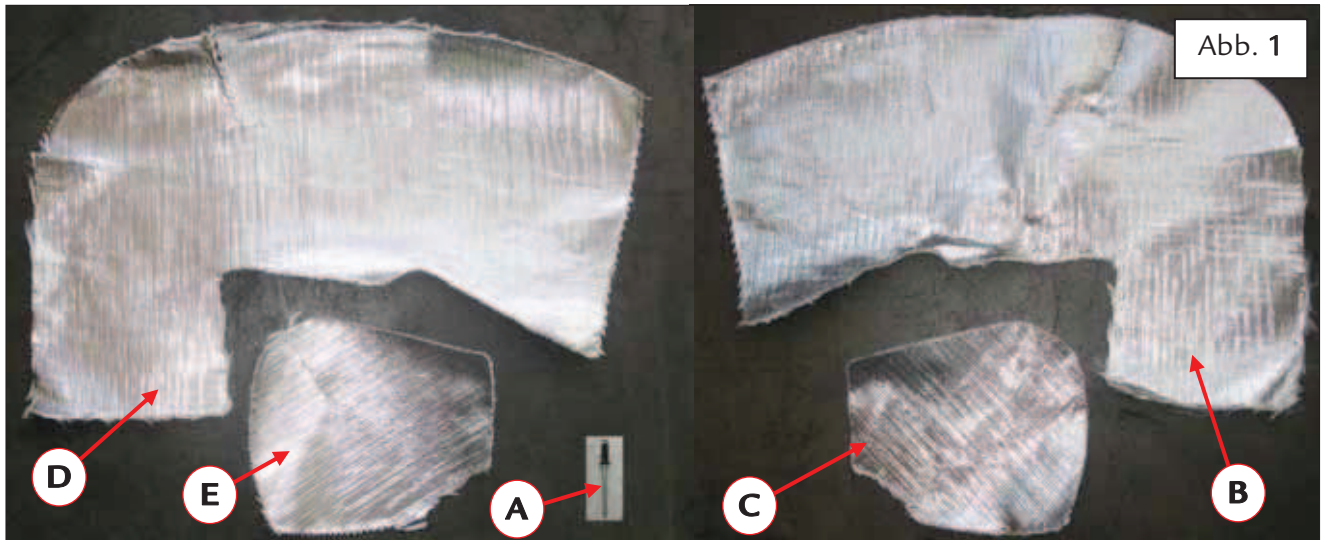

Abb. 1
- **Kit Hitzeschutz hintere Radführungen Zeichn. Nr. 70001914 (siehe S. 2 und Abb. 1 – S. 3)**
- 2.1 Für die Durchführung der Arbeiten ist der folgende **Kit Hitzeschutz hintere Radführungen Zeichn. Nr. 70001914** erforderlich. Es besteht aus – Abb. 1 Seite 3:
- (A) St. 40 Nieten Zeichn. Nr. 14296196
- (B) St. 1 Oberer Hitzeschutz rechts Zeichn. Nr. 83779000
- (C) St. 1 Unterer Hitzeschutz rechts Zeichn. Nr. 83779100
- (D) St. 1 Oberer Hitzeschutz links Zeichn. Nr. 83779200
- (E) St. 1 Unterer Hitzeschutz links Zeichn. Nr. 83779300